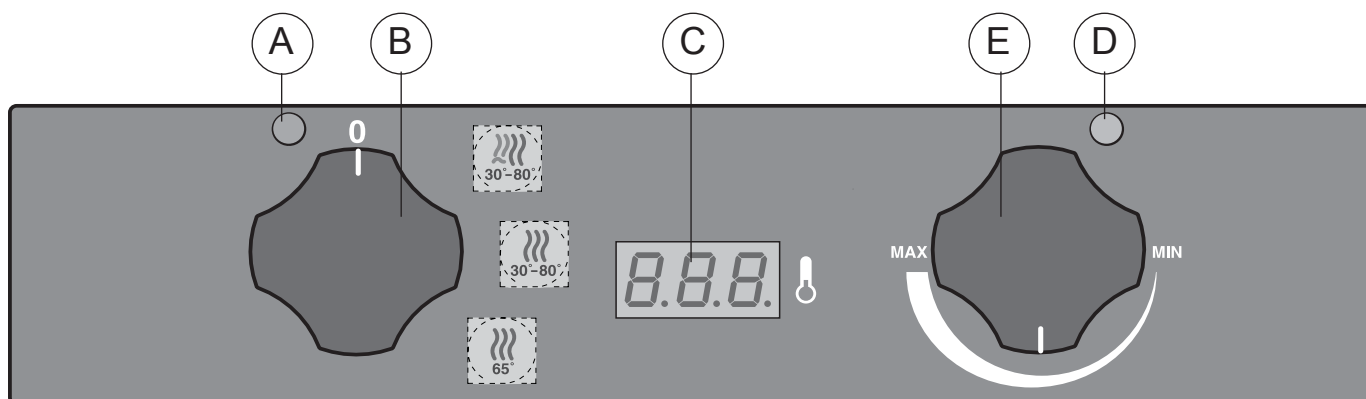

Fig. 4
- 30 - 80 °C para la fase de calentamiento o el leudado de alimentos con o sin humidificación del compartimiento, controlados por el termostato "E" y visualizados en el termostato "C" (fig. 4).
3. PUESTA EN FUNCIONAMIENTO (fig. 4)
(fig. 4)
3.2 PUESTA EN MARCHA (fig. 4)
4.1 CICLO "CALENTAMIENTO CONHUMIDIFICACION" POSICION "1" (fig. 4)
4.2 CICLO "CALENTAMIENTO SECO" POSICION "2" (fig. 4)
4.3 CICLO "MANTENIMIENTO" POSICION "3" (fig. 4)